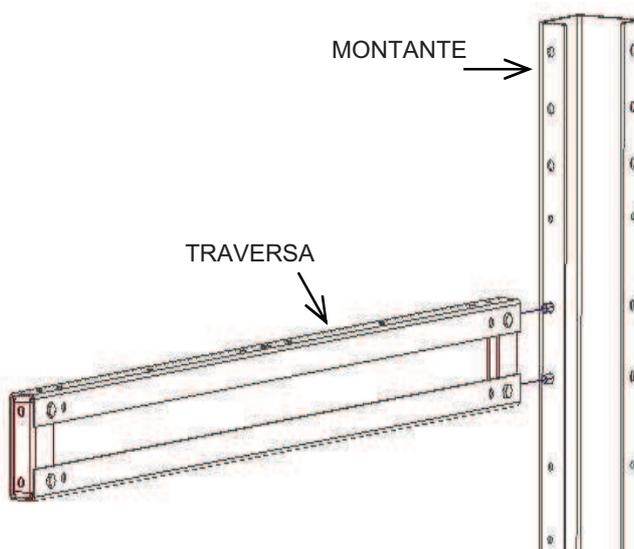

Fig. 6.5
- ✓ Allineare la traversa con i fori di riferimento del montante verticale e posizionare (fig. 6.5)